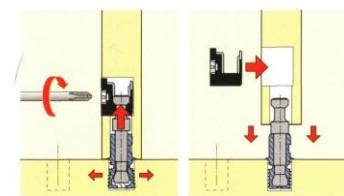

Рис.4
- Установить ст. гориз.поз.2 на фиксирующие полкодержатели поз.11 - рис.4